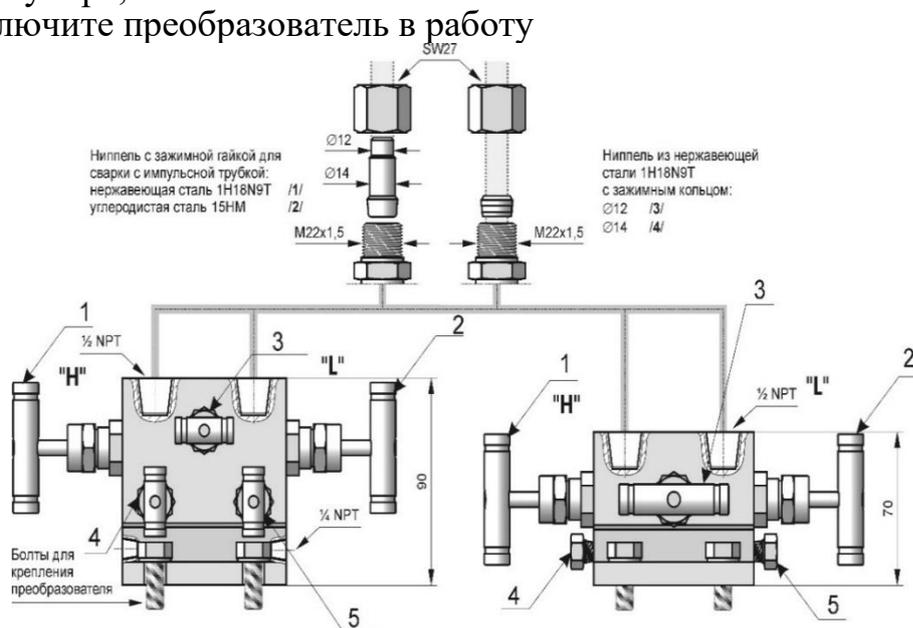

Рисунок 1 – Схема подключения вентиля VM-3 и VM-5
2.2.16.1.1 Включение в работу преобразователей с вентилями VM-3 и/или VM-5 (рисунок 1) производится следующим образом:
2.2.17.1 Преобразователь APR-2000G также может быть оснащен адаптером типа С (рисунок Б.4), предназначенный для установки вентили VM-3 или VM-5 (рисунок 1), производства СООО «АПЛИСЕНС». Изготовитель может поставить преобразователи уже с установленными вентилями VM-3 или VM-5.